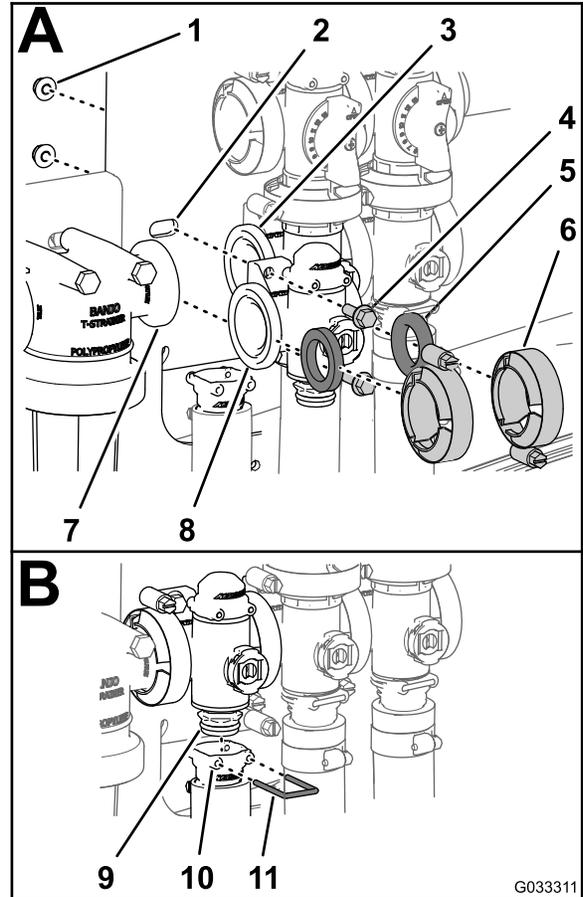

図 75
1. 散布量制御バルブマニホールドのフランジと圧力フィルタヘッドとの間に、ガスケットを入れる 図 75; A。
2. 散布量制御バルブマニホールド、ガスケット、圧力フィルタヘッドを組み立てて、クランプを手締めする 図 75; A。
3. 散布量制御バルブマニホールドのフランジと攪拌バルブのマニホールドとの間に、ガスケットを入れる 図 75; A。
4. 散布量制御バルブマニホールド、ガスケット、攪拌バルブマニホールドを組み立てて、クランプを手締めする 図 75; A。
5. 散布量制御バルブをバルブマウントに組み付ける 図 75; A; フランジヘッドボルト2本、フランジロックナット2個を使用するが、これらはステップ3 散布量制御マニホールドバルブの取り外し (ページ 60) で取り外したものを利用する、ボルトとナットを $1,017-1,243 \text{ N}\cdot\text{cm}$ $1.0-1.2 \text{ kg}/\text{cm}^2 = 90-110 \text{ in}\cdot\text{lb}$ にトルク締めする。
6. 出口フィッティングを、マニホールドバルブの下側エンドキャップフィッティングに取り付ける 図 75; B。
7. エンドキャップフィッティングを出口フィッティングに取り付ける (出口フィッティングのソケットにリテーナを差し込んで固定する 図 75; A)。